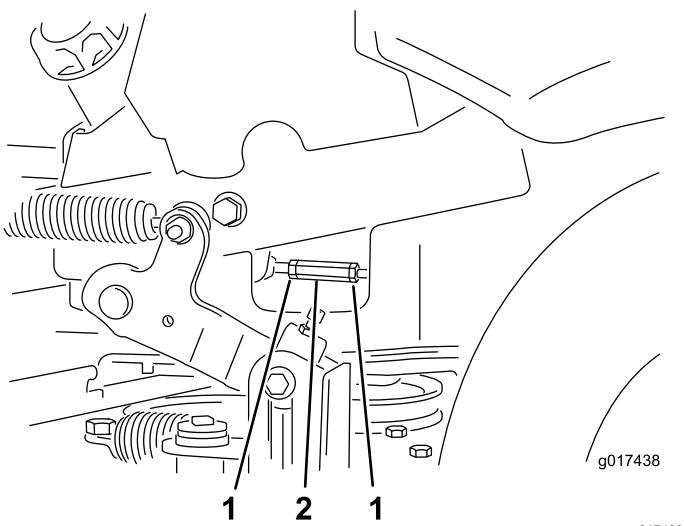

**Figura 68**
9. Desenchufe el conector del arnés del interruptor del asiento, situado debajo del asiento (Figura 68).